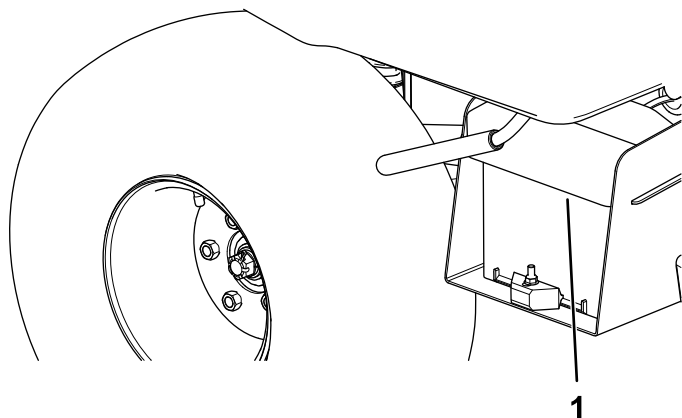

Figura 4
1. Strângeți capacul bateriei pentru a elibera proeminențele de la baza bateriei (Figura 4).
2. Îndepărtați capacul bateriei de la baza acesteia (Figura 4).
6. Aliniați capacul bateriei la baza acesteia (Figura 4).
7. Strângeți capacul bateriei, aliniați proeminențele la baza bateriei și eliberați capacul bateriei (Figura 4).